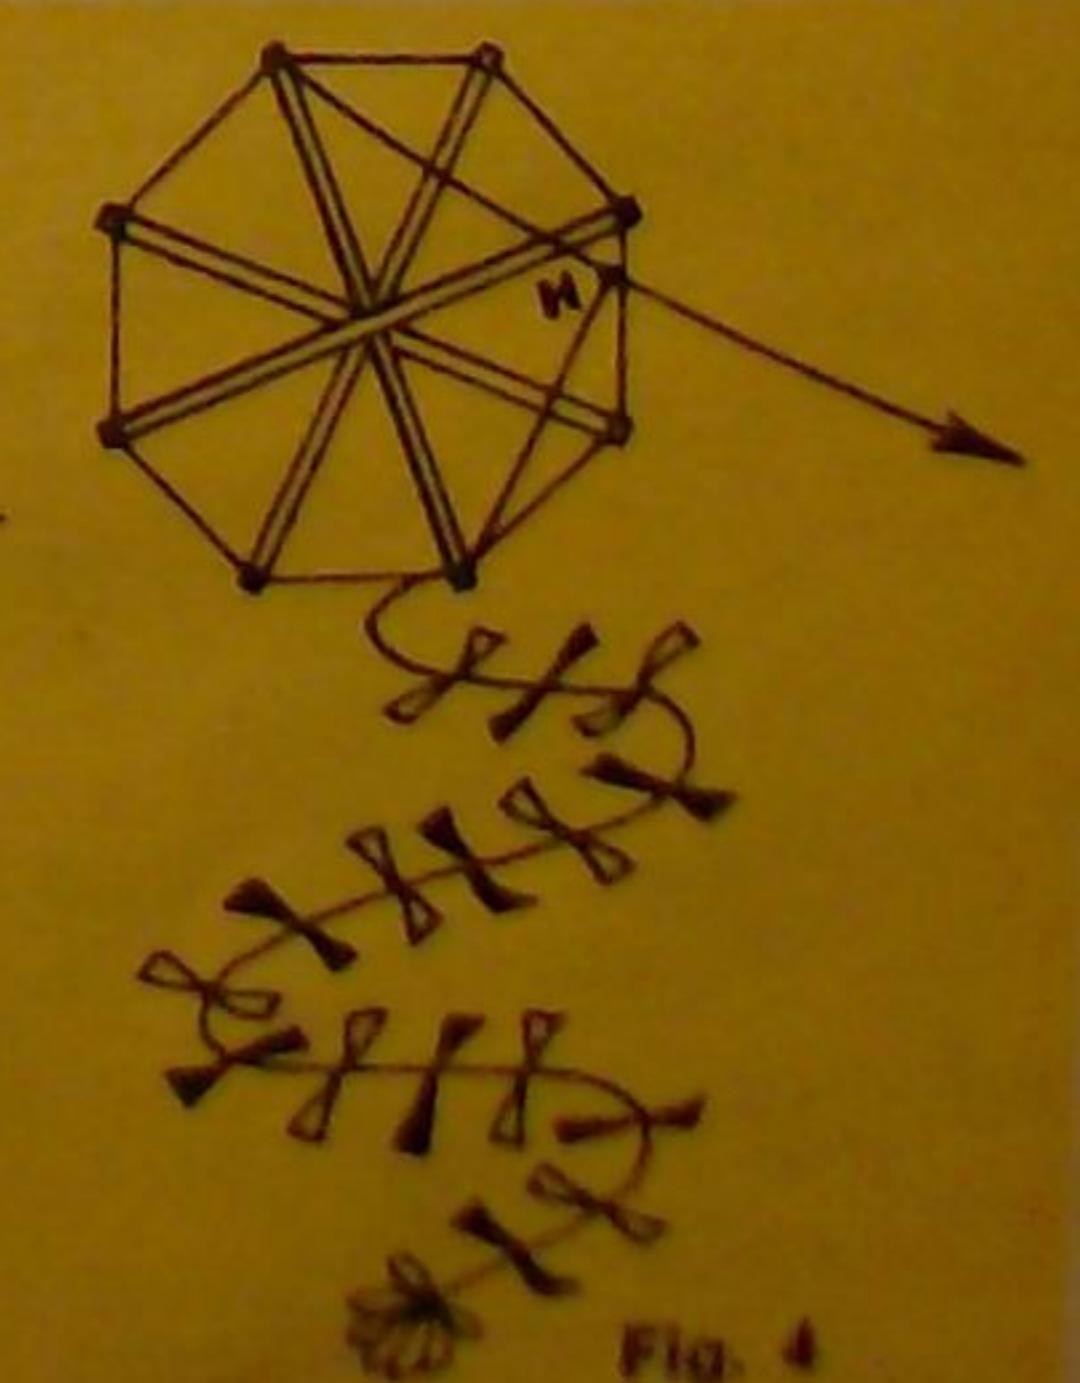

Fig. 4
**Zmeii uriași** trebuie, desigur, construîti masiv. Să încercăm aceasta cu un zmeu hexagonal de 2 m (fig. 4). La punctul de încrucisare a celor 3 stinghi de aproximativ 2 m lungime se montează o scindură mică hexagonală. Pe această scindură se bat în cuie stinghiile. Stinghiile sunt unite printr-un fileu de sîrmă subțire sau șnur de 4–5 mm grosime. Găurile pentru șnur sunt cusute ca butonierele.